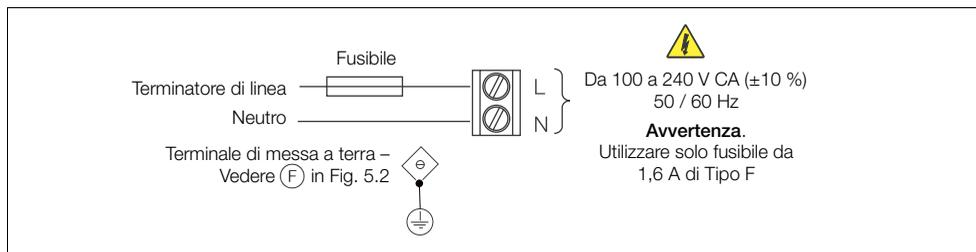

Fig. 5.1 Collegamenti di alimentazione CA
- Il trasmettitore non è dotato di interruttore, quindi è necessario applicare all'installazione finale un dispositivo di spegnimento, ad esempio un interruttore o un interruttore di circuito, conforme alle norme di sicurezza locali. Tale dispositivo deve essere montato nelle immediate vicinanze del trasmettitore e alla portata dell'operatore. Deve essere inoltre chiaramente contrassegnato come dispositivo di spegnimento del trasmettitore; vedere la Fig. 5.1, a pagina20 .